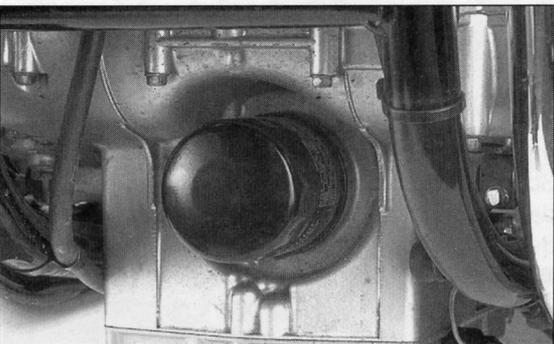

Bild 54
- Ölfilter (Bild 54) mit Ölfilterschlüssel ausdrehen und Filterelement entnehmen.